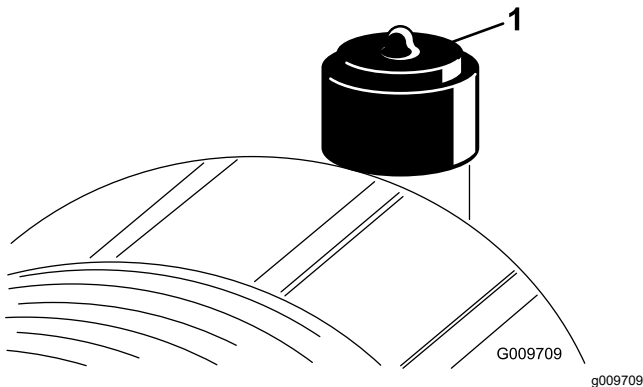

图 46
仅在维修指示灯 (图 46) 要求时才维修空气滤清器滤芯。在必须更换之前更换空气滤清器只会增加灰尘在滤清器拆下时进入发动机的几率。
9. 如果指示灯显示为红色请重设 (图 46)。